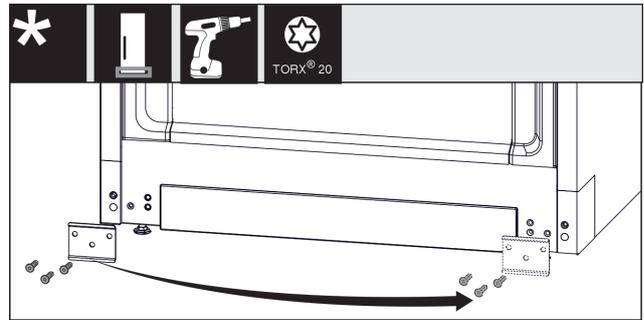

Fig. 15
- ▶ 按下金属板 Fig. 15 (1)，将其移到另一侧，然后重新拧紧。